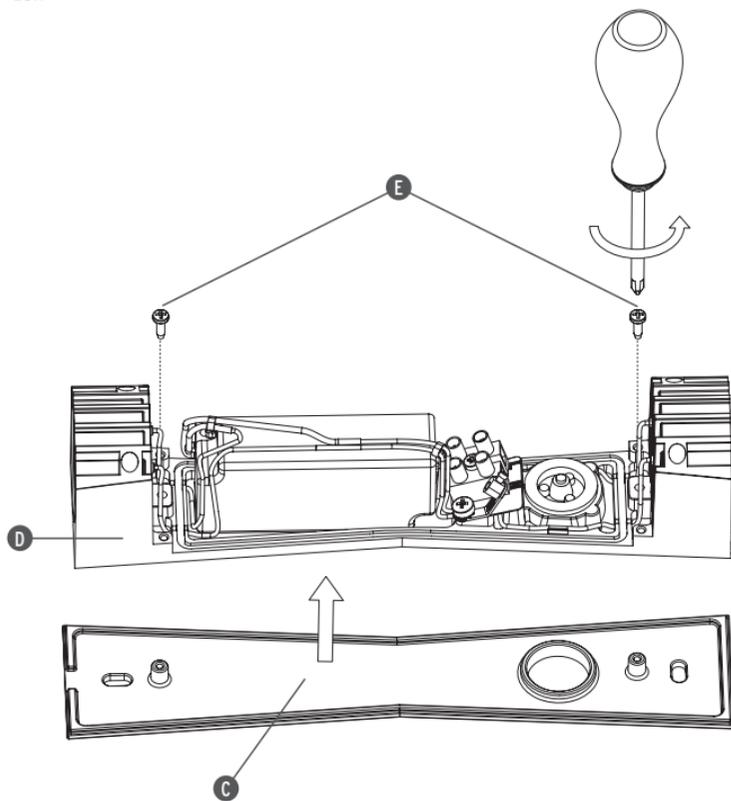

Fig. 2
<IT> Fig.2 Separare l'attacco a parete (C) dal corpo (D) svitando le viti (E).
<GB> Fig.2 Separate the wall attachment from the (C) body (D) unscrewing the screws (E).
<DE> Abb.2 Lösen Sie die Schrauben (E), um den Wandanschluss (C) vom Korpus (D) zu trennen.
<FR> Fig.2 Séparer l'attache murale (C) du corps (D) en dévissant les vis (E).
<ES> Fig.2 Separar el soporte de pared (C) del cuerpo (D) desatornillando los tornillos (E).
<PT> Fig.2 Separar o suporte de parede (C) do corpo (D) desapertando os parafusos (E).
<RUS> Рис.2 Отделить несущую панель (C) от основной части (D), вывернув винты (E).
<CN> 图2. 拧松螺丝 (E), 将主体装置 (D) 从墙壁固定器 (C) 上拆卸下来。